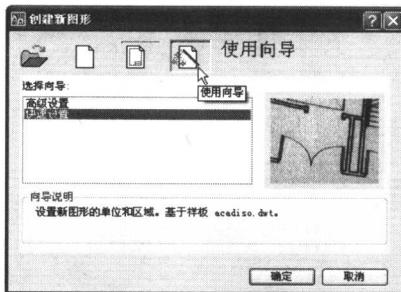

图 1-4 选择向导
- ⑤ 用户如果想要自定义图形文件，则可单击【使用向导】按钮，通过向导来逐步创建新的图形文件（初级用户最好选择“快速设置”向导模式），如图 1-4 所示。